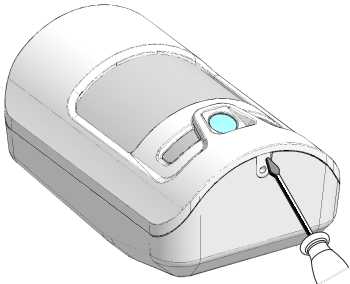

Fig. 6
- Sganciare la parte anteriore facendo leva con un cacciavite nella parte bassa del sensore (Fig. 6).
- Unclip the front part by levering with a screwdriver in the lower part of the sensor (Fig. 6).
- Dégager la partie avant en faisant lever sur la partie inférieure du capteur à l'aide d'un tournevis (Fig. 6).